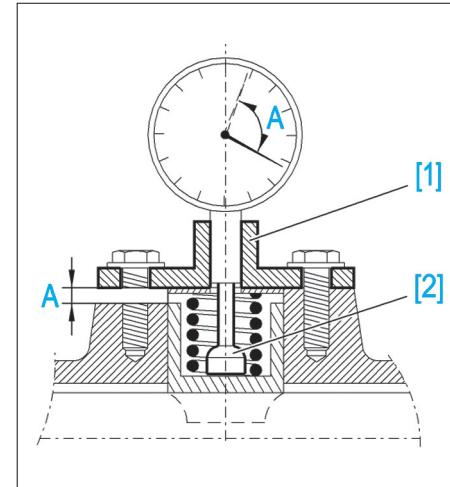

FIG. 16
- [3]. Comparateur (**Fig.16**).
- Noter la valeur (A) du jeu relevé (**Fig.16**).
- Choisir des cales (3) d'épaisseur (e) pour obtenir la valeur suivante :  $e = A + 0,06$  mm (**Fig.16**).
- les cales de remplacement de cale élastique (2).
- la coupelle (5),
- le joint torique (4),
- les cales de réglage (3),
- la cale élastique (2),
- la bride (1) et la serrer au couple prescrit.